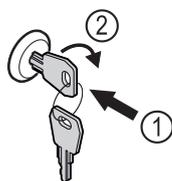

Fig. 191
- ▶ Introducir la llave Fig. 191 (1).
- ▶ Girar la llave 90° en sentido horario Fig. 191 (2).